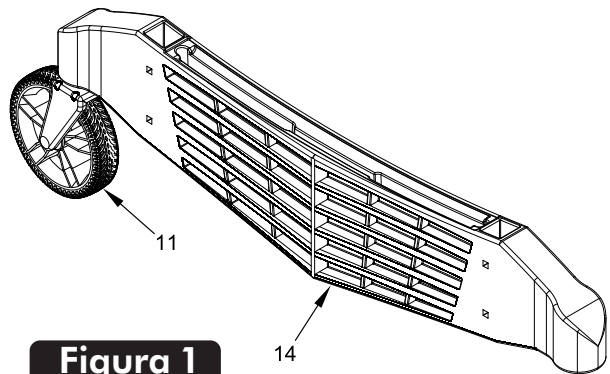

Figura 1
2. Inserte una Llanta sin Seguro #11 y una Llanta con Seguro #12 en el Carril con Llantas #14. Asegúrese que las Llantas estén insertadas completamente en el Carril con Llantas. Ensamble ambos Carriles con Llantas y las llantas de la misma manera. Vea la Figura 1.